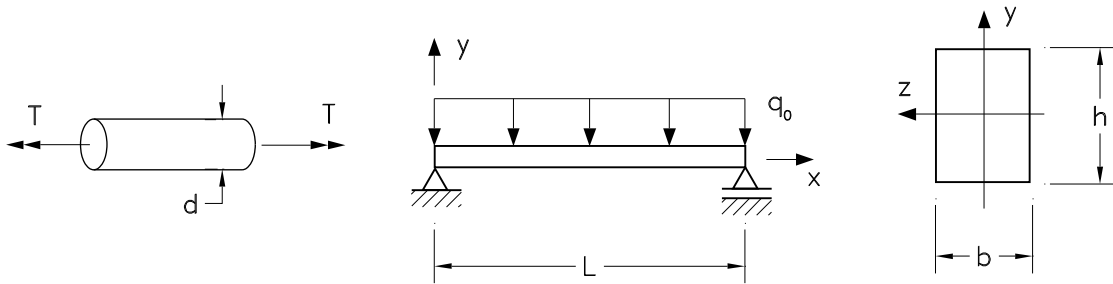

Figura 1: Questão 1.
**QUESTÃO 1 (Valor 2,0):** Um certo corpo de prova de diâmetro  $d = 2\text{cm}$  foi submetido a um ensaio de torção, verificando-se a falha, segundo o critério da máxima energia de distorção, para um torque máximo  $T = 200\text{N.m}$ , conforme ilustrado na Figura 1. Sabendo-se que uma certa viga bi-apoiada de mesmo material (ver Figura 1) foi submetida a uma carga distribuída  $q_0$ , determinar o valor máximo de  $q_0$ . Dados:  $L = 2\text{m}$ ;  $b = 10\text{cm}$ ;  $h = 20\text{cm}$ .